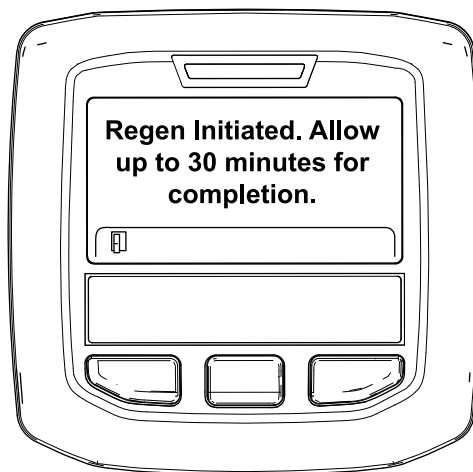

Рисунок 44
- Если регенерация разрешена, на дисплее инфо-центра появится сообщение «Regen Initiated. Allow up to 30 minutes for completion» («Регенерация запущена. Подождите 30 минут до завершения»). Подождите, пока машина не выполнит полный процесс регенерации с парковкой (Рисунок 44).